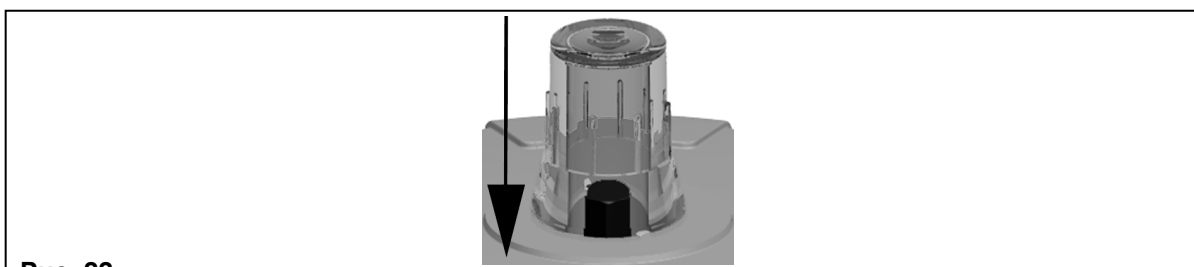

Рис. 22
- ▶ Привод головок движения в "закрытом" положении, см. рис. 22.